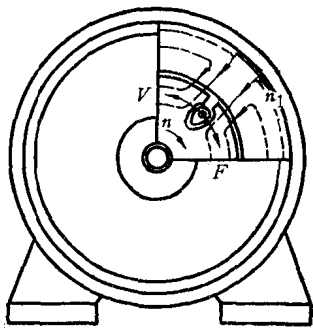

图 18
三相异步电动机主要有鼠笼型和绕线型^②两种，它们的差别是在转子绕组结构形式的不同，但转子绕组都是处于闭合的短路状态。当电动机定子的三相绕组通以三相交流电时，产生一个旋转磁场，它与转子导体之间有相对运动，因而在转子导体内产生了感应电压与电流。如图18所示，假设磁场以转速
则相当于转子导体以差速度 $V = n_1 - n$ 相对于磁场的反时针运动，根据感应电流的右手定则^①判定，导体电流方向在图18中是向外流的。上一节已讲到，处于磁场中的载流导体，会受到磁场力的作用，因为转子电流方向是向外流的，因而它受到磁场力 F 的作用，其方向也是顺时针的。异步电动机就是在这个力的作用下稳定地旋转。
(2) 同步电动机的旋转原理